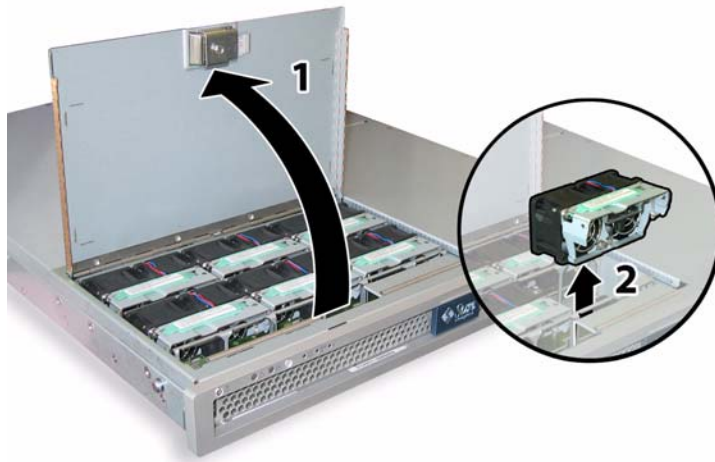

ABBILDUNG 3-17 Öffnen der Lüfterschachtklappe und Ausbauen eines Lüftermoduls
3. Halten Sie die Klappe des Lüfterschachts geöffnet, fassen Sie das defekte Lüftermodul an der Kunststoffflasche an, und heben Sie es gerade nach oben aus dem Lüfterschacht heraus. Siehe ABBILDUNG 3-17.